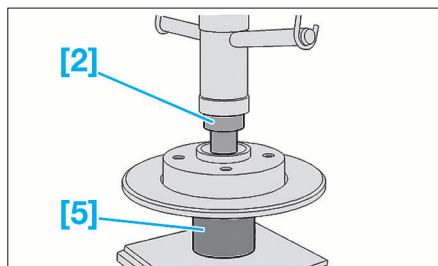

FIG. 50
- Mettre en place les outils [2] et [5] (Fig.50).